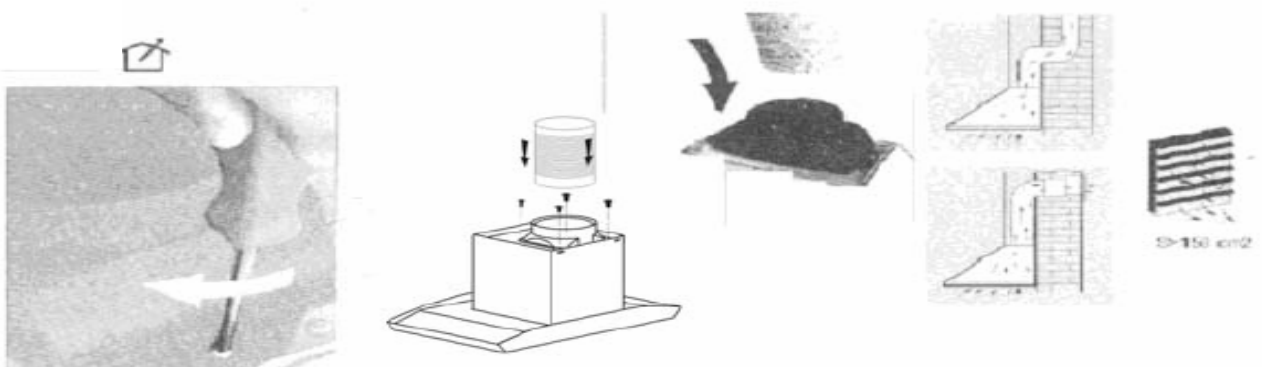

Рис. 6
6. (ТОЛЬКО ФУНКЦИЯ ВСАСЫВАНИЯ) Установите соединительную насадку на верхнюю часть кухонной вытяжки (смотрим рис. 6).